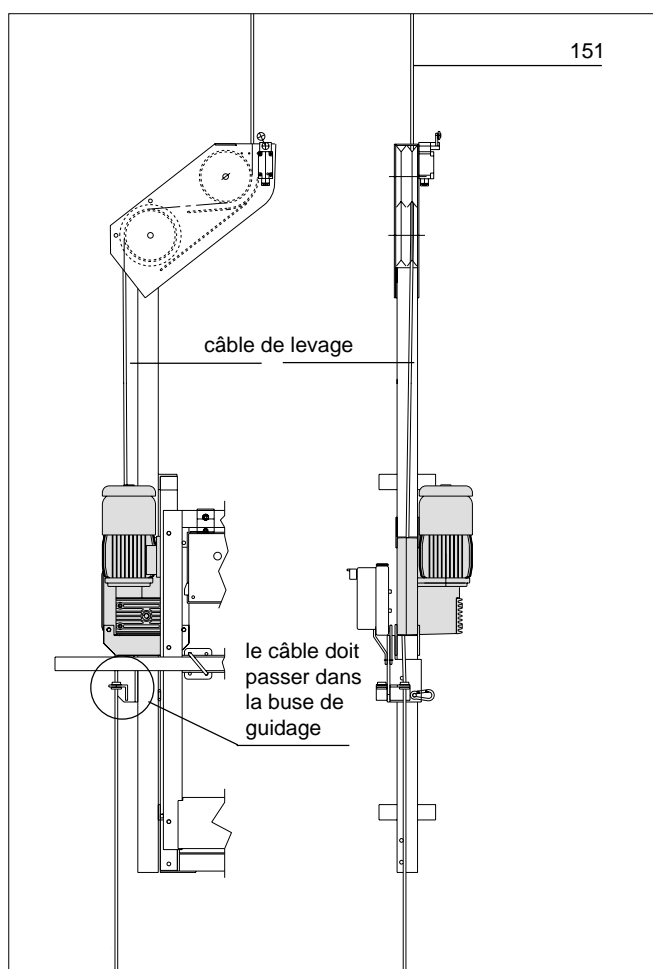
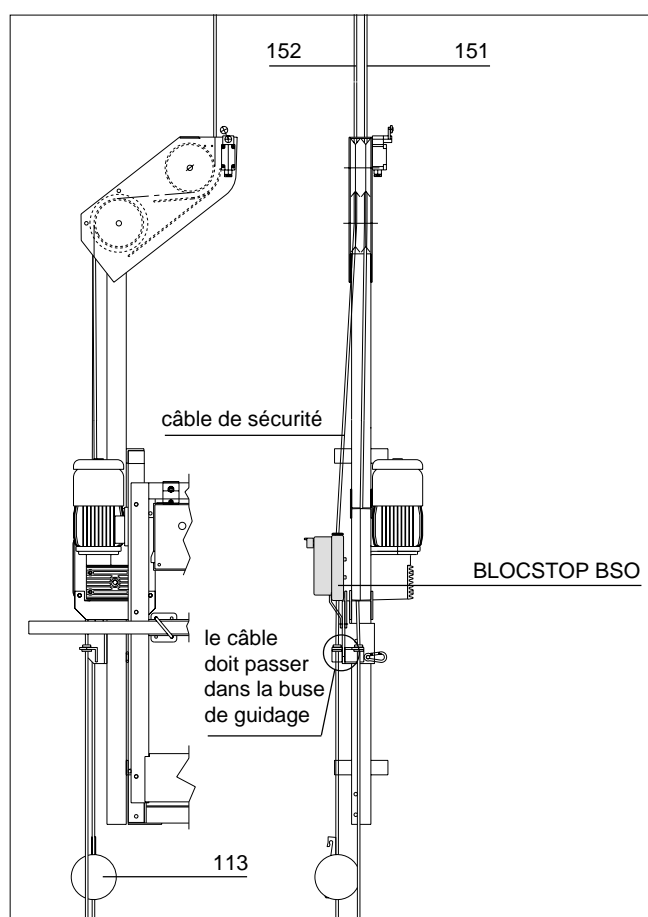

Fig. 1.7
Fig.1.8
- Accrocher les câbles aux points d'ancrage au moyen des broches. Il faut obligatoirement utiliser deux points d'ancrage séparés pour le câble de levage (151) et le câble de sécurité (152). Bien respecter la fermeture correcte des clips de broche.
- Placer un disque de butée (112) sur le **câble de levage** à minimum 40 cm en-dessous de la suspension. Faire ensuite passer le câble de sécurité au travers de la rainure pratiquée dans le disque.
1.4.1. Introduction du câble de levage (Fig. 1.7)
- Passer le câble de levage (151) sur les deux poulies droites de renvoi (vues de l'arrière de l'étrier).
- Pousser le bouton MONTEE (43) et continuer à pousser le câble à la main jusqu'à ce qu'il sorte du treuil par la buse en bas du carter.
1.4.2. Introduction du câble de sécurité (Fig. 1.8)
- Avant d'engager le câble de sécurité (152) dans l'antichute BLOCSTOP BSO (108), vérifier s'il n'est pas enroulé autour du câble de levage (151).
- Accrocher un lest (113) au câble de sécurité, à environ 20 cm au-dessus du sol.